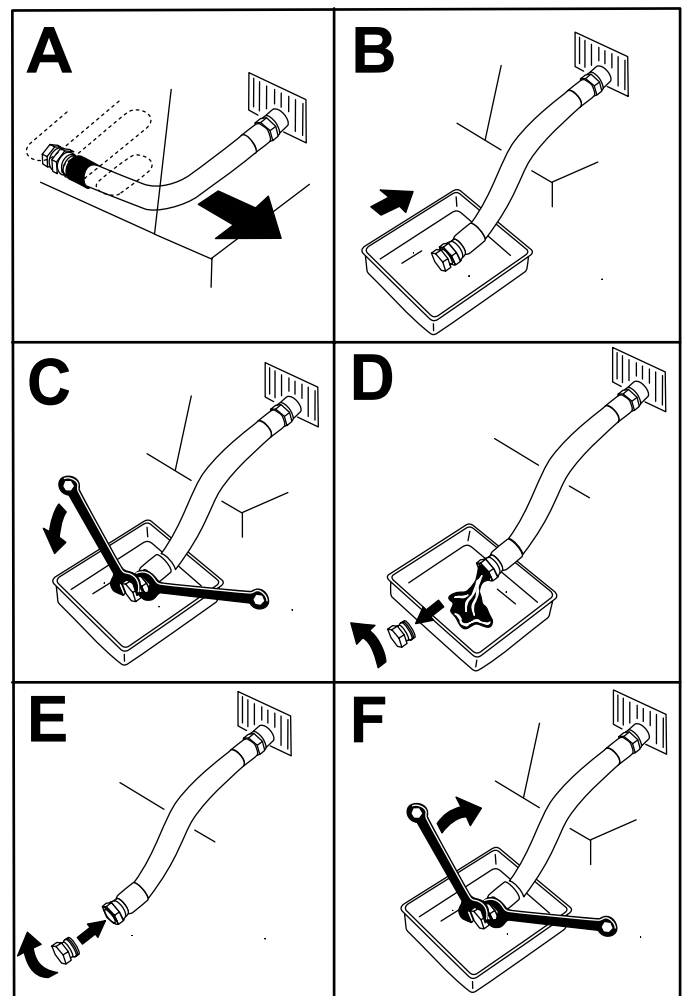

Figure 37
3. Vidangez l'huile moteur (Figure 37).